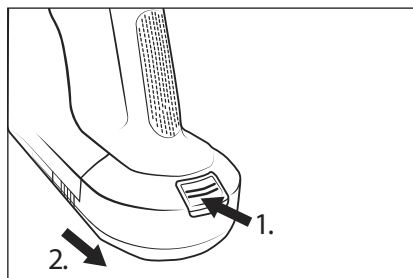

Fig. 13
- ◆ Pour retirer la batterie ❷ de l'appareil, maintenez la touche de déverrouillage de la batterie ❶ enfoncée et retirez la batterie ❷ de l'appareil (voir fig. 13).